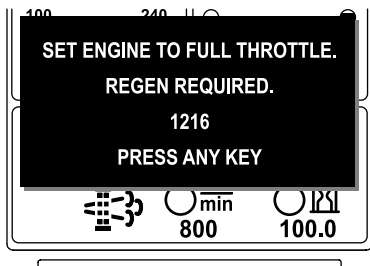

Figura 46
**Nota:** Si la temperatura del sistema de escape del motor es demasiado baja, el InfoCenter muestra el AVISO N° 1216 (Figura 46) para indicarle que debe hacer funcionar el motor a velocidad máxima (ralentí alto).